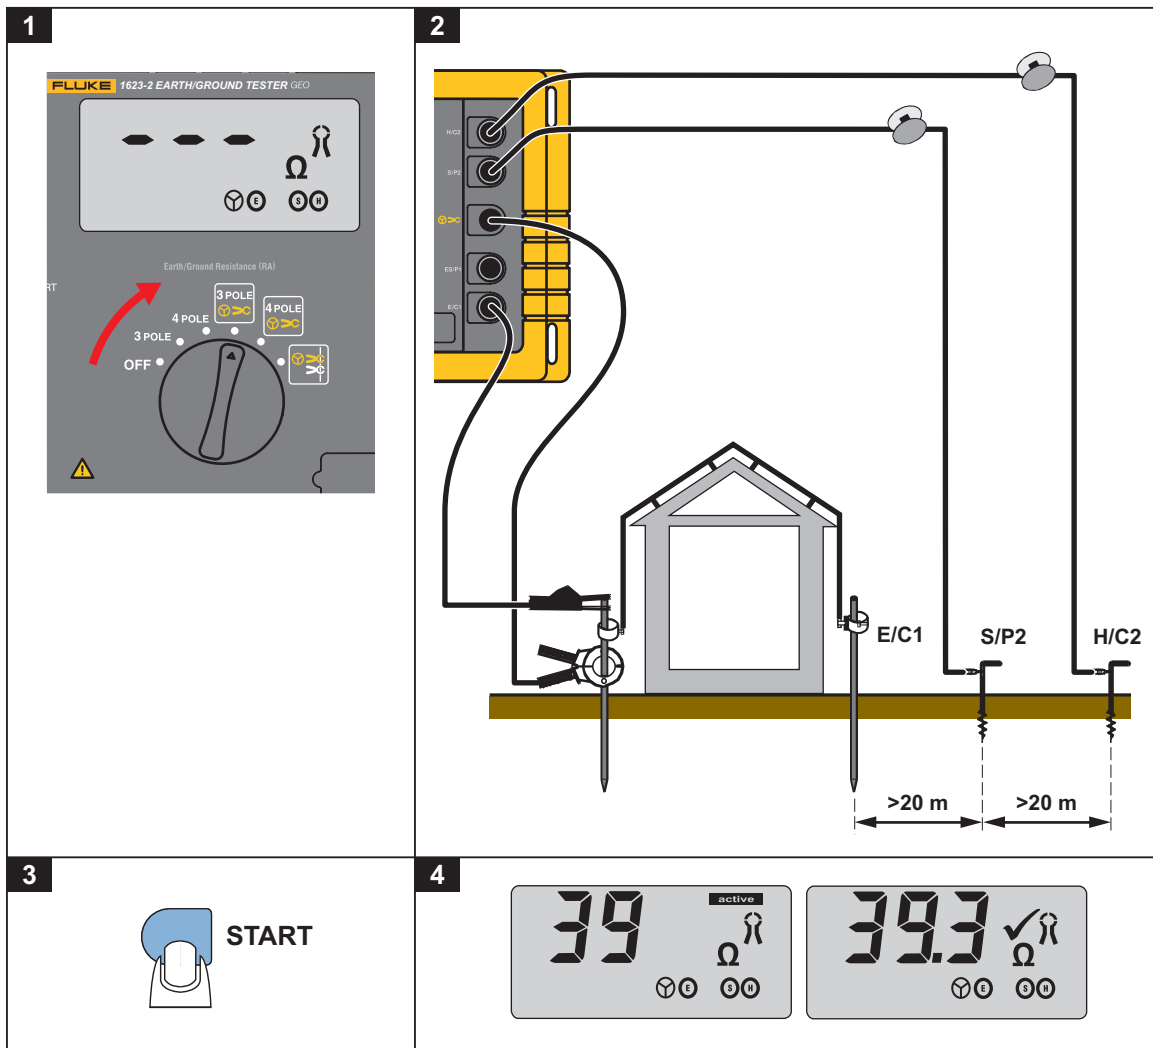

Figure 6. Mesure sélective de résistance de terre triphasée  $R_A$  avec pince de courant
1. Sélectionnez la fonction **3 POLE**  (TRIPOLAIRE). Voir la Figure 6.